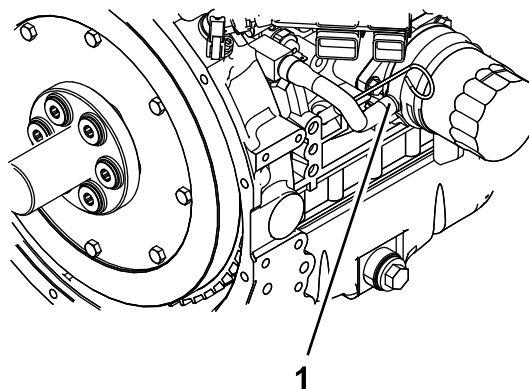

Рисунок 58
6. Вийміть шланг охолоджувальної рідини з охолоджувача масла та злийте охолоджувальну рідину з блоку двигуна (Рисунок 58).